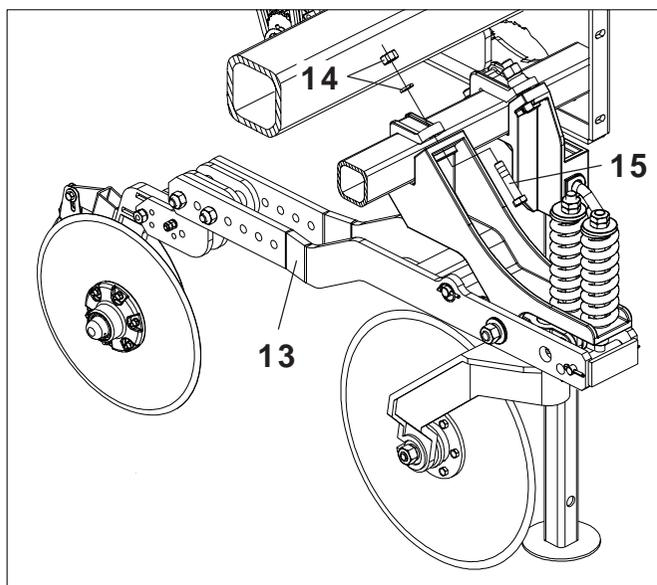

FIGURA 28
6 - Solte as arruelas e porcas (14) e retire o parafuso (15) e braçadeira (16), conforme mostra a figura 28.